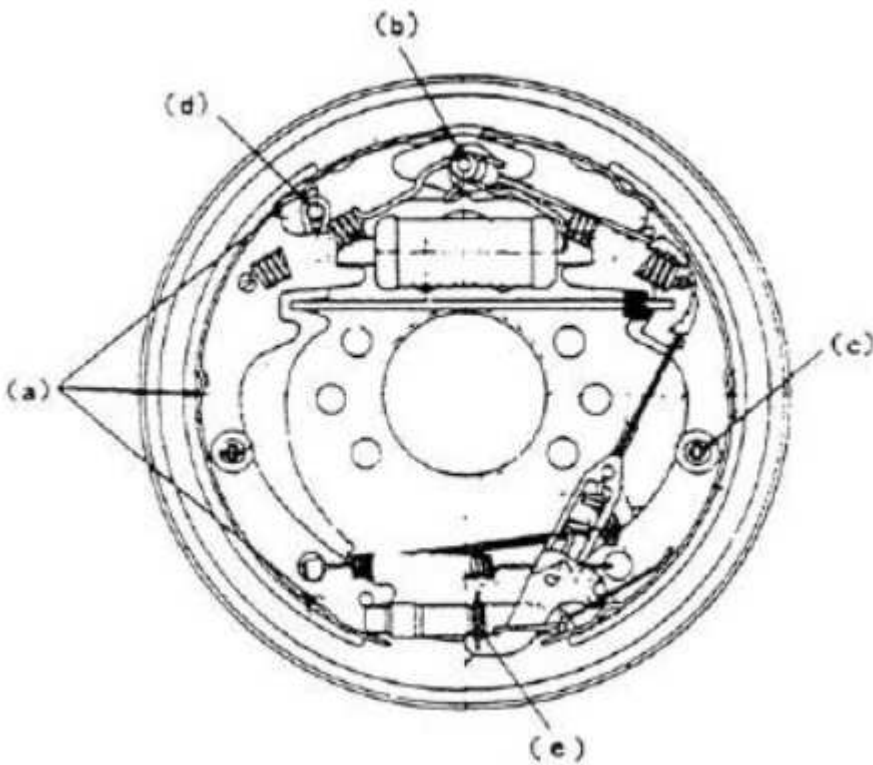

Рис. 2-20:
- (1) Нужно нанести тормозную жидкость на поршень и его верхнюю часть и установить снова пружину, манжету, поршень и защиту от пыли в этом порядке.
- (2) Нужно установить рабочий цилиндр на опорную пластину.
- (3) Нужно установить опорную пластину на передний мост.
- (4) Нужно нанести термостойкую консистентную смазку на точки, указанные на Рис. 2-20, с осторожностью, чтобы смазка не попала на фрикционные накладки.